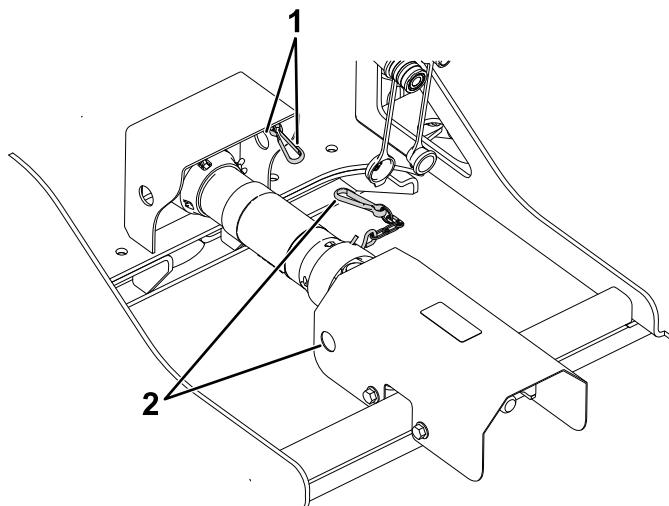

Figure 15
8. Fixez les chaînes de la protection de l'arbre d'entraînement aux points indiqués sur la Figure 15.